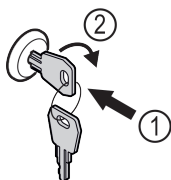

Fig. 128 Représentation à titre d'exemple
- Insérer la clé Fig. 128 (1).
- Tourner la clé à 90° dans le sens horaire Fig. 128 (2).